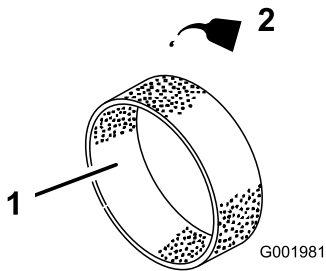

Figura 48
4. Applicare circa 30 – 60 ml d'olio sull'elemento (Figura 48).